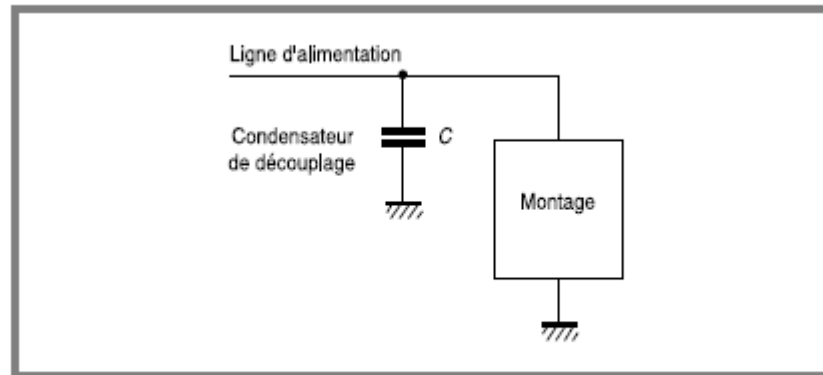

Figure 2.21 - Condensateur de découplage sur une ligne d'alimentation.
- On trouve les condensateurs de découplage connectés sur les lignes d'alimentation d'un montage (*figure 2.21*). La tension d'alimentation est normalement continue et le condensateur se charge lors de la mise sous tension du montage et conserve cette charge. En réalité, la tension continue d'alimentation n'est pas rigoureusement constante à cause des parasites et des chutes de